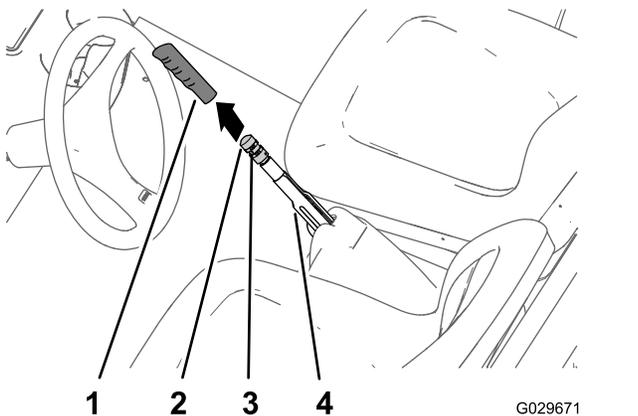

Figura 56
1. Rimuovete l'impugnatura dalla leva del freno di stazionamento (Figura 56).
2. Allentate la vite a pressione che fissa la manopola di regolazione del freno alla leva del freno di stazionamento (Figura 56).
3. Ruotate la manopola di regolazione del freno fino a raggiungere una forza pari a 133–156 N per inserire la leva del freno di stazionamento (Figura 56).
4. Serrate la vite a pressione e montate l'impugnatura (Figura 56).
2. Allentate la vite di fermo (Figura 56) che fissa la manopola di regolazione del freno alla leva del freno di stazionamento, disinserite il freno di stazionamento e allentate la manopola di regolazione del freno.
5. Ruotate la manopola di regolazione del freno (Figura 56) fino a quando non è necessaria una forza pari a 133–156 N per inserire la leva del freno di stazionamento.
- C. Ruotate la manopola di regolazione del freno (Figura 56) fino a quando non è necessaria una forza pari a 133–156 N per inserire la leva del freno di stazionamento.
- Serrate la vite a pressione e montate l'impugnatura (Figura 56).